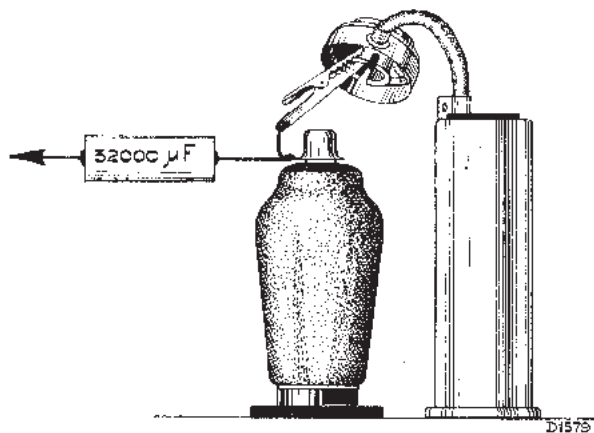

Fig. 2
wordt gedaan, zoals aangegeven in fig. 2; de roosterkring moet aan het rooster aangesloten blijven; het signaal wordt aangelegd via een condensator van $32000 \mu\text{F}$. De volumeregelaar moet altijd op maximum gedraaid worden; als het signaal te sterk is moet men de verzwakker van de service zender terugdraaien. Wat betreft het trimmen van de H.F. en generatorkringen het volgende: De generator wordt afgestemd op een frequentie welke 128 Kc. hoger is dan de frequentie waarop de H.F. kringen zijn afgestemd.
2. Gemoduleerd signaal van 128 Kc. aan het stuurrooster van L1 aanleggen (fig. 2).